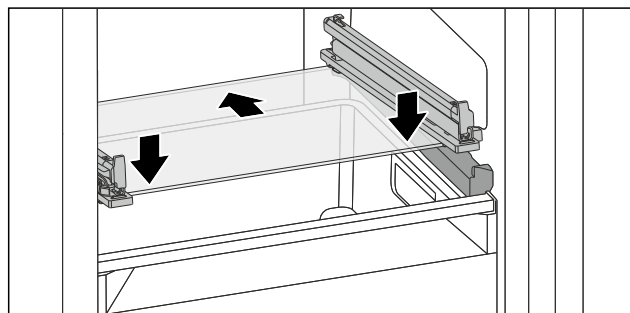

Fig. 134 Стеклопластина откидного выдвижного ящика
- ▶ Наклоняя вниз, установите стеклянную пластину за стопоры. (см. Fig. 134)